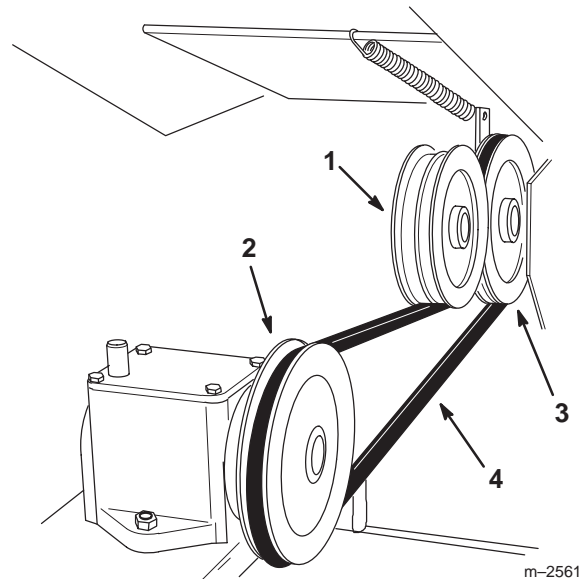

Bild 28
2. Heben Sie die Spannscheibe hoch und legen den neuen Treibriemen in die Rille der Ausgangsscheibe der Antriebseinheit sowie die der Eingangswelle des Getriebes (Bild 28).
3. Lassen Sie die Spannscheibe los, damit sie auf den Schneidwerk-Treibriemen zurückspringen kann (Bild 28).